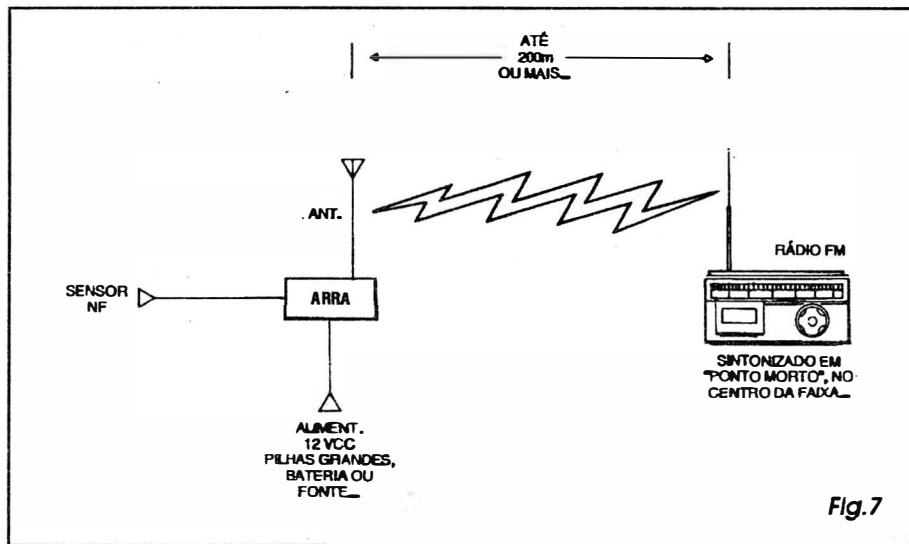

Fig.7
- **FIG. 7 - INSTALAÇÃO, CALIBRAÇÃO E UTILIZAÇÃO...** - Com o módulo do ARRÁ instalado no seu local definitivo, sensor(es) conectado(s), alimentação (12 VCC) fornecida, aproxima-se um receptor com faixa comercial de FM, sintonizando-o previamente num ponto vago (sem estação...) em torno da região central da faixa... Em seguida, *abre-se* o sensor